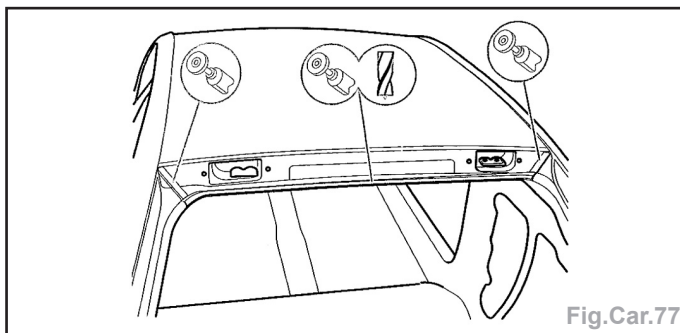

Fig.Car.77
- Fraiser et meuler les points de soudures électrique (Fig.Car.77).